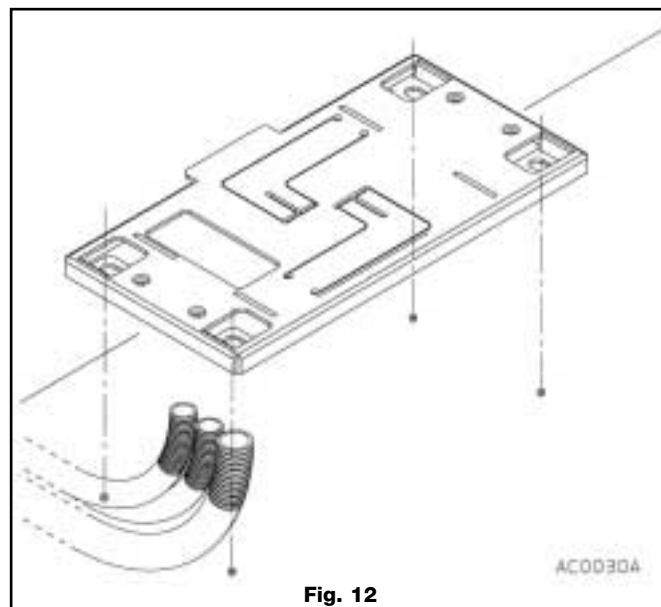

Fig. 12
- Marquer les centres des trous prévus pour les vis de fixation (fig. 12), déplacer la plaque d'ancrage et percer à l'aide d'un perforateur.